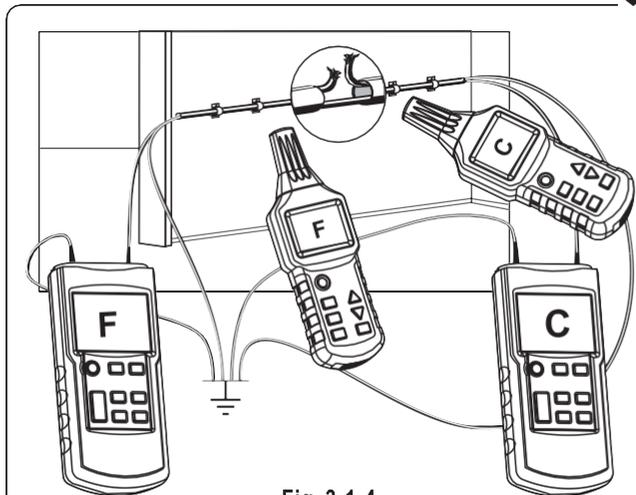

Fig. 3-1-4
- Tutte le linee non utilizzate devono essere collegate alla terra ausiliaria come mostrato in Fig. 3-1-4.
- Collegare entrambi i trasmettitori come mostrato in Fig. 3-1-4. & Procedere come descritto nell'esempio di applicazione.
Se i trasmettitori sono collegati secondo la Fig. 3-1-4, il ricevitore indica C sul lato sinistro dell'interruzione di linea. Se il ricevitore va oltre la posizione di interruzione verso destra, visualizzerà F. Se ci si trova direttamente sopra l'interruzione, non viene visualizzato alcun codice di linea, a causa della sovrapposizione di entrambi i segnali del trasmettitore.